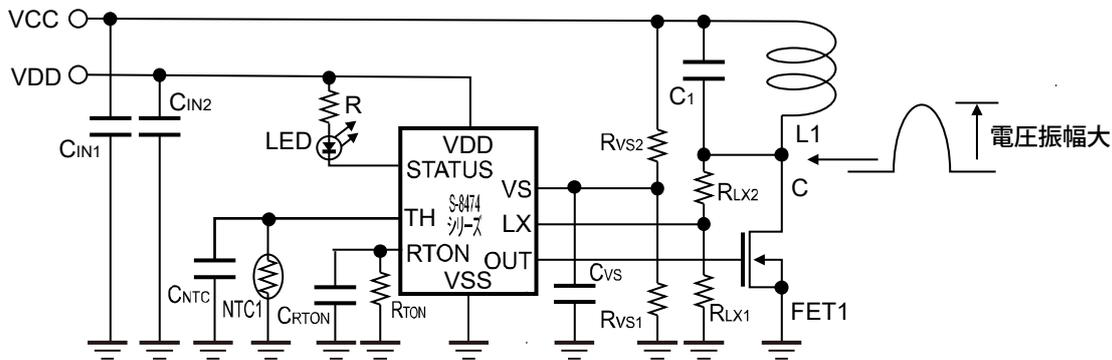

図47
- 図47のVCCには1kHz ~ 110kHz (LC共振周波数) の周波数成分のゆれが発生するような電源を使用しないでください。誤動作を引き起こす可能性があります。
- 図47のVDDには、誤動作防止のため、周波数成分のゆれが発生するような電源を使用しないでください。
- 図47の基板を設計する際、下記の理由でRTON端子、VS端子、TH端子のそばには配線を通さないようにしてください。抵抗 $R_{TON}$ は可能な限りRTON端子に近づけてレイアウトしてください。
(1) コイルL1と共振コンデンサ ( $C_1$ ) により、C点では大きな電圧変動が生じる。
(2) RTON端子、VS端子、TH端子はインピーダンスが高いため、外来信号の影響を受けやすい。